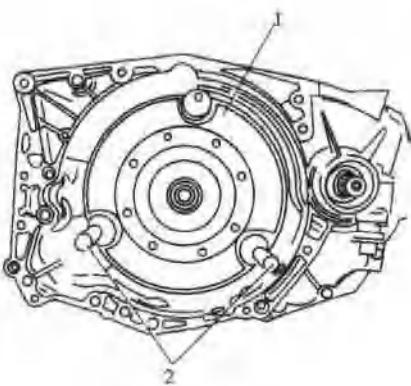
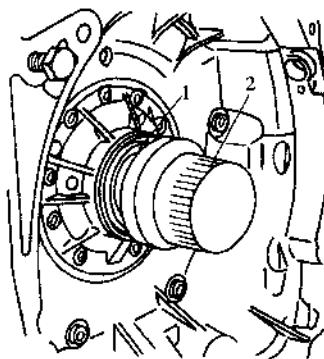

图 4.26 拆卸变矩器
图 4.28 安装变矩器油封
- ① 拆卸变速器总成（参见自动变速器总成的拆卸）。
- ② 用带螺纹的套管拧入变矩器螺杆，如图 4.26 所示，然后拉出变矩器。
- ① 将变矩器油封座清洁干净后，用变矩器油封安装套筒将新的变矩器油封安装到位，如图 4.28 所示。
- ② 检查变矩器中心定位装置曲轴和变矩器侧、变矩器上油封支座、3 个固定点、油泵驱动过渡平面及变矩器泵轮上的花键等有无损伤，若有应更换变矩器。
- ③ 如果更换新的变矩器，应向新变矩器内加注一部分变速器油。
- ④ 用变速器油润滑变矩器油封支座内侧。
- ⑤ 如同拆卸变矩器时那样，用带螺纹的套管拧入变矩器螺杆，如图 4.26 所示，然后推入变矩器。为便于变矩器泵轮花键较容易地啮合，在推入的同时轻轻转动变矩器。
- ⑥ 参照自动变速器总成的安装，将变速器与发动机组装好。